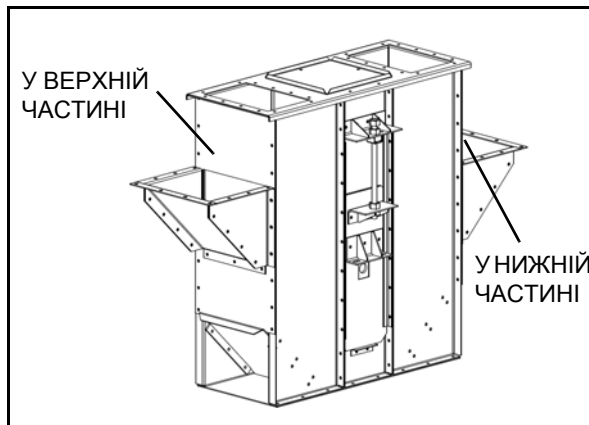

Рис. 3.8
3. Встановіть завантажувальні лійки у верхній або нижній частині завантажувальної секції, або, за потреби, з обох сторін (Рис. 3.8). Впускну лійку завжди краще встановлювати таким чином, щоб її нижня частина знаходилася не нижче центру завантажувального барабана. Неправильний монтаж впускної лійки може призвести до втрати несної здатності елеватора.